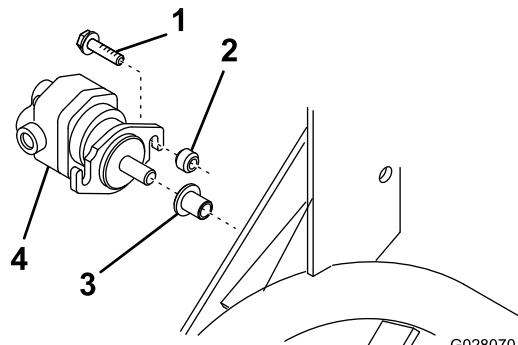

Figura 11
- B. Insira o eixo estriado do motor de cilindro no tubo de armazenamento na estrutura (Figura 11).
- C. Utilizando flange do motor de cilindro como modelo, posicione-a como é indicado em Figura 11, fure um orifício com 8,75 mm de diâmetro na linha tracada no passo A.